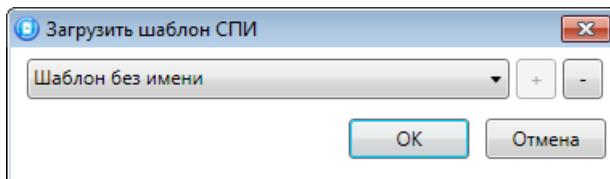

Рисунок 4.54 — Окно Загрузить шаблон СПИ
- *Загрузить шаблон настроек*: открытие окна *Загрузить шаблон СПИ* (см. рисунок 4.54), с помощью которого может быть сконфигурирован контроллер по предварительно созданному шаблону. Для того чтобы применить шаблон, выберите его в списке и нажмите кнопку *OK*. Для того чтобы удалить один из сохраненных шаблонов, выберите его в списке и нажмите кнопку .